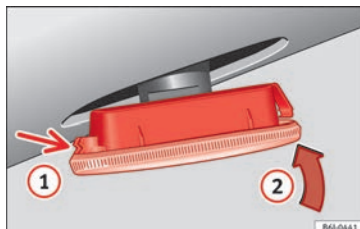

Bild 115 Blinkers.
- Montera först blinkersenheten i öppningen i chassit och fäst flikarna **(1)** » **bild 115**. Montera sedan glödlampan som pilen **(2)** » **bild 115** visar.